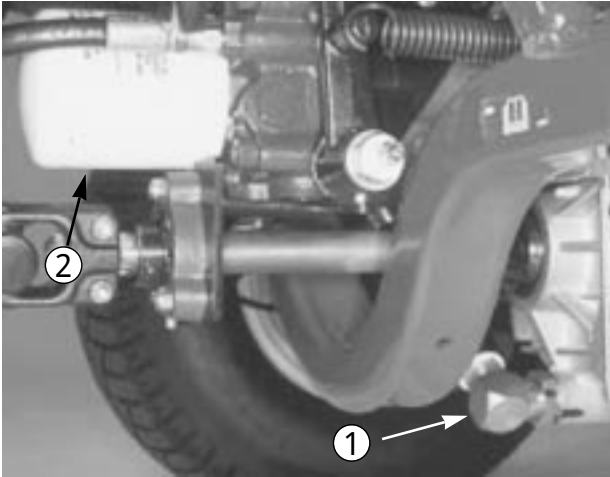

図 67
2. トランスミッション（図67）の下のサクション・ライン付近をきれいに拭き、下に容器を置く。
2. フィルタ（図67）付近をきれいに拭き、容器を下に置いてフィルタを外す。